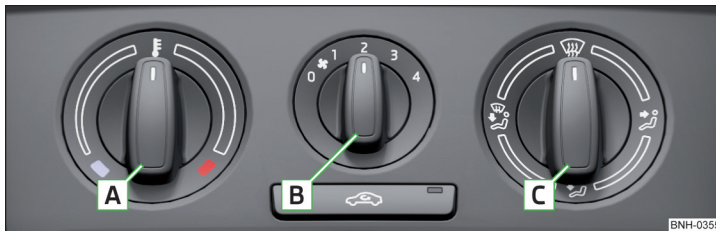
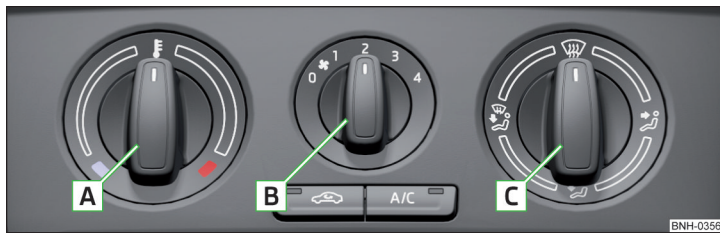

Abb. 90 Heizungsbedienungs-elemente
Abb. 91 Bedienungselemente der manuellen Klimaanlage
Funktionen der einzelnen Bedienungselemente » Abb. 90 und » Abb. 91
- Die Kontrollleuchte in der Taste **A/C** » Abb. 91 leuchtet nach dem Einschalten, auch wenn nicht alle Bedingungen für die Funktion der Kühlanlage erfüllt sind. Durch das Aufleuchten der Kontrollleuchte in der Taste wird die Betriebsbereitschaft der Kühlanlage signalisiert.